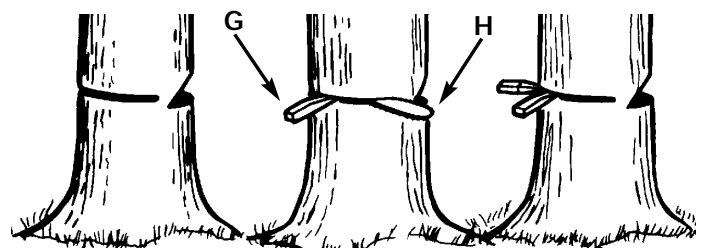

Fig. 10
1. Utilice cuñas de madera o plástico (G) para prevenir el doblamiento de la barra o cadena (H) en el corte. Las cuñas también controlan la caída (Fig. 10).